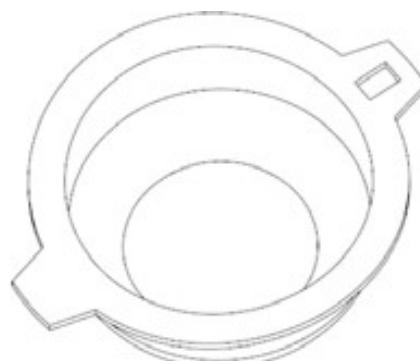

图4-17 创建切除特征
Step 44 在“拉伸”操控板中单击“确定”按钮 \checkmark ，创建切除特征，如图4-17所示。